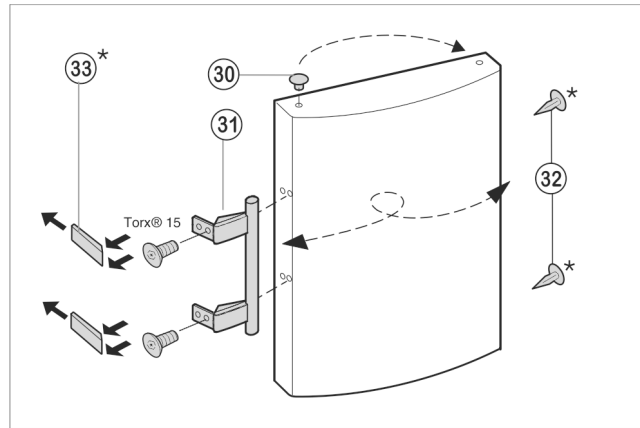

Fig. 8
- ▶ Stopfen Fig. 8 (30) aus der Tür Lagerbuchse herausheben und umsetzen.
- ▶ Türgriff Fig. 8 (31), Stopfen Fig. 8 (30) und Druckplatten Fig. 8 (33) abmontieren und auf die Gegenseite umsetzen.